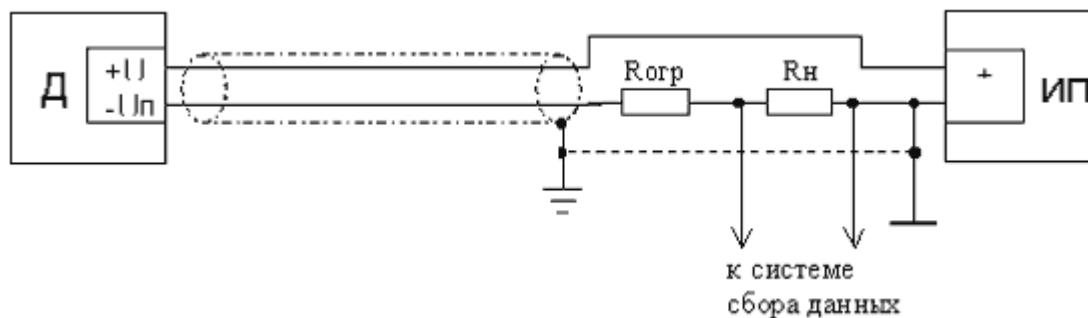

Рис.3.1-2
На рис. 3.1-2 в цепь питания датчика дополнительно включен резистор $R_{огр}$, который защищает сопротивление нагрузки (вход измерительного или регистрирующего прибора) от возможных перегрузок при случайных замыканиях линии связи, если источник питания не имеет защиты от перегрузки, либо ток срабатывания защиты чрезмерно велик. Резистор $R_{огр}$ не должен быть точным, но при этом его максимально возможное значение должно быть учтено при расчете по формуле (1).